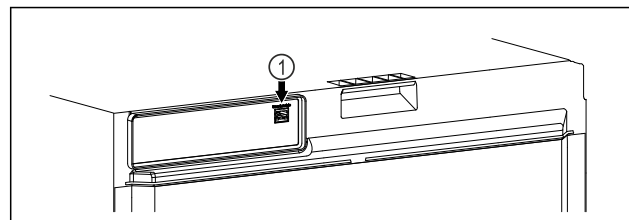

Fig. 105
- ☐ SmartModule Fig. 105 (1) ist eingesetzt.